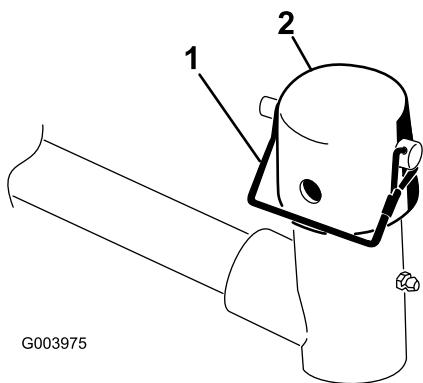

図 9
7. 昇降アームのピボット・ヨークからスナッパ・ピンとキャップを取り（図 9）。
11. スナッパ・ピンを使って、キャップとキャリア・フレームのシャフトと昇降アームのヨークに固定する。カッティングユニットをステアリング・モードで使う場合はスロットルを使い、固定モードで使用する場合には、穴を使う（図 9）。